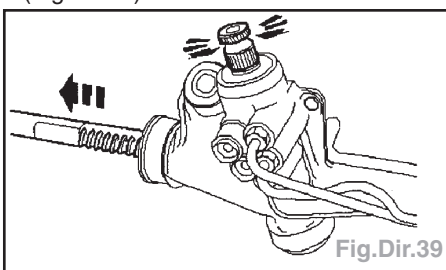

Fig.Dir.39
- Tourner le pignon d'attaque de crémaillère pour exposer la crémaillère (Fig.Dir.39).